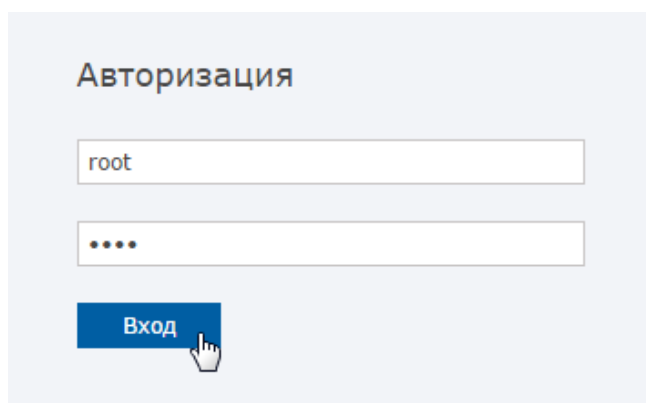

Рисунок 9.26 — Веб-интерфейс. Окно авторизации.
3. Введите данные авторизации и нажмите на кнопку **Вход** (рисунок 9.26).